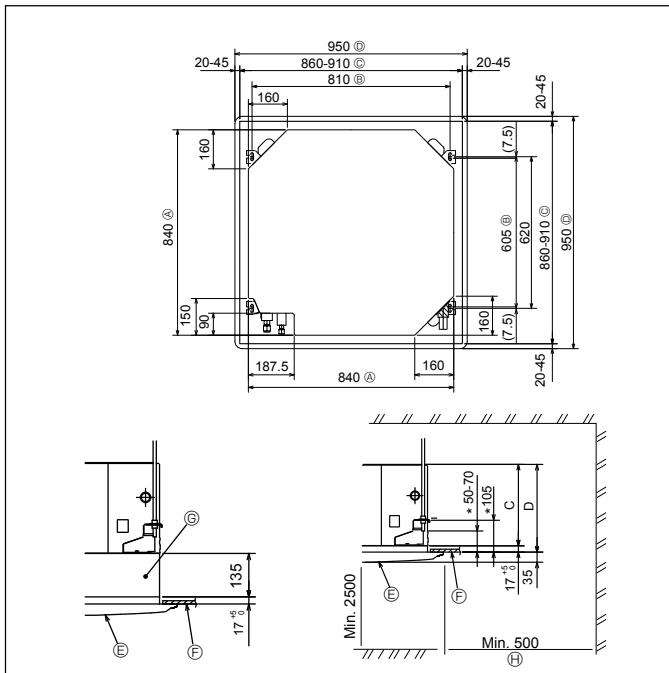

Fig. 2-2
2.2. Localizações das aberturas no tecto e da instalação dos parafusos de suspensão (Fig. 2-2)
- * As dimensões da abertura do tecto podem ser reguladas dentro dos limites indicados na fig. 2-2. Por isso, centre a unidade principal na abertura do tecto de maneira que os lados opostos correspondentes aos lados da abertura sejam idênticos.